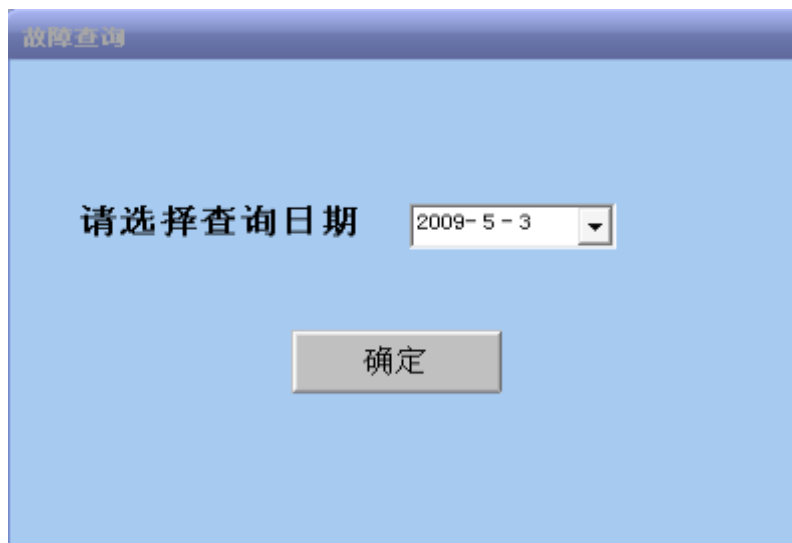

图 4.38 报警查询对话框
1) 当按下“报警日期查询”，“恢复日期查询”，“确认日期查询”按钮时会弹出选择查询日期对话框，如图 4.38 所示。点击选择日期下拉按钮，进行日期选择，按下确定按钮即可查询到数据，如果当天没有发生故障，将查询不到数据。